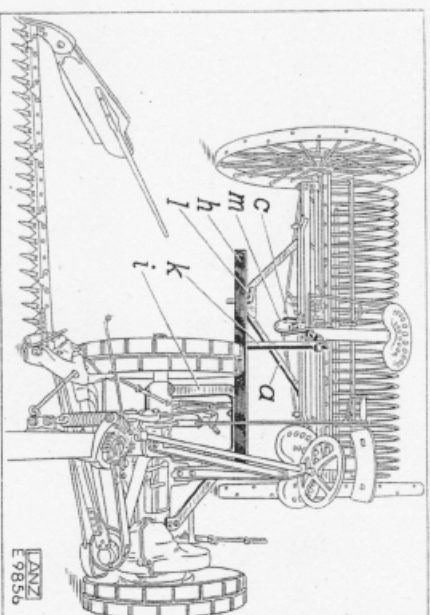
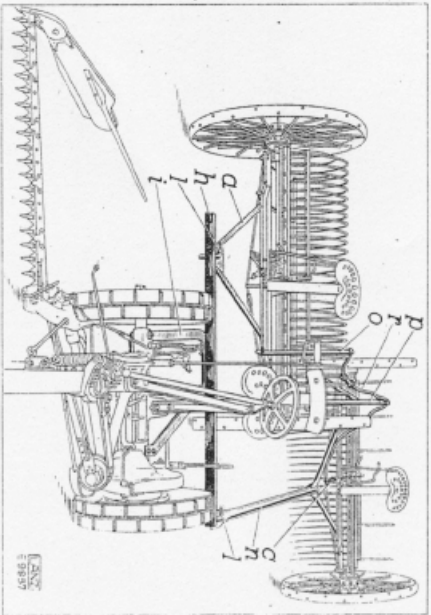
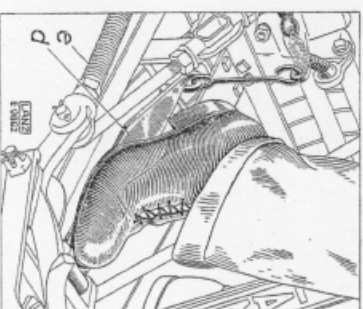

Bild 18. Rechen hinter Grasmäher.
Bild 19. 2 Rechen hinter Grasmäher.
Bild 24. Fußtrittableger.
a) Vom Rechen die beiden Scherbäume und das Sielscheit abnehmen (siehe Kapitel 6, Seite 8) und dafür die Anhängegabel „a“ (Bild 18) an derselben Stelle anschrauben.
d) Winkelschiene „h“ (Bild 18) an der Anhängervorrichtung „j“ des Grasmähers festschrauben und Stütze „k“ an der Winkelschiene „h“ befestigen.
g) An der Anhängervorrichtung „j“ (Bild 19) des Grasmähers die Winkelschiene „h“ anschrauben.
- k) Die beiden Rechen mit den Anhängengebeln „a“ und „n“ (Bild 19) an der Winkelschiene „h“ anhängen und mit Steckstift „i“ sichern.
- b) Nachdem sich genügend Heu im Rechenkorb angesammelt hat, ist derselbe mittels des Fußtrittablegers „d“ (Bild 24) zu entleeren. Der Rechenkorb wird automatisch hochgeschwenkt und entleert.
- c) Für den Transport muß der Rechenkorb hochgeschwenkt werden. Durch Herunterdrücken des Halthebels (Bild 26) und Niederreten des Ablegers „d“ (Bild 24) wird der Rechenkorb automatisch hochgeschwenkt und eingeklinkt. Beim Ablassen Halthebel ausklinken.
- d) Bei 1 Rechen hinter Grasmäher erfolgt die Aushebung des Rechenkorbes vom Grasmäher aus. Durch Ziehen am Seil „m“ (Bild 18) wird die Ausüstung betätigt und der Rechenkorb automatisch entleert. Bei 2 Rechen hinter Grasmäher ist auf dem ersten Rechen ein Bedienungsman notwendig, der von dort aus die Aushebung beider Rechen vornimmt. Der erste Rechen wird durch Betätigung des Fußtrittablegers (siehe Bild 24) und der zweite Rechen durch Ziehen am Seil „n“ (Bild 19) ausgehoben.